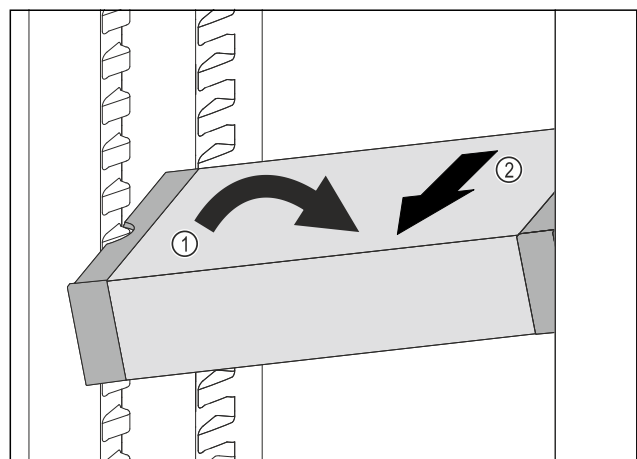

Fig. 41
- ▶ VarioSafe in het koelgedeelte schuin zetten. Fig. 41 (1)
- ▶ VarioSafe naar voren toe verwijderen. Fig. 41 (2)